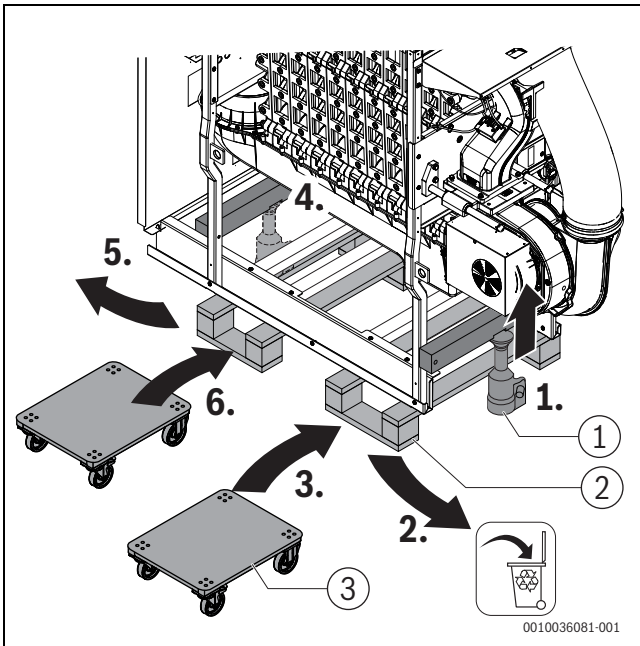

Рис. 14 Установка домкрата, установка площадки для перевозки мебели (примерное изображение)
- ▶ Установите автомобильный домкрат (макс. высота просвета 215 мм, мин. высота подъема 345 мм) под поперечную балку на раме котла (→Рис. 14, этап 1 – 3) и поднимите котел настолько, чтобы можно было удалить часть поддона.
- ▶ Разместите домкрат под второй поперечной балкой (→Рис. 14, этап 4 – 6) и поднимите котел настолько, чтобы можно было извлечь вторую часть поддона.